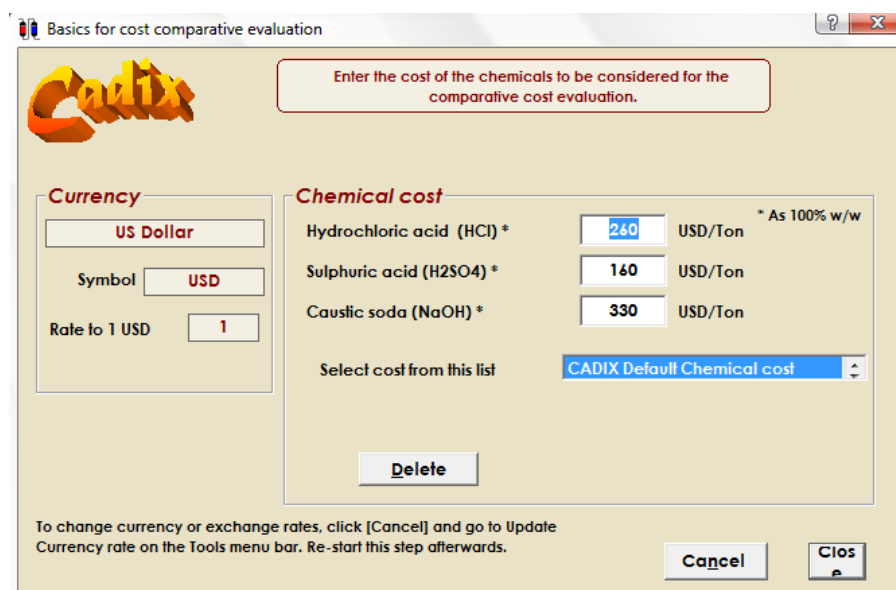

Figura 5.31: Ventana de “Delete Chemical cost”
- “Delete Chemicals cost”: borrar los costes de los productos químicos. Ésta opción permite borrar las listas creadas (figura 5.31), la lista que ya existía por defecto llamada “CADIX Default Chemical cost” no se puede borrar. Se selecciona una lista a la derecha de “Select cost from this list” clicando en las flechas a la derecha del cuadro, una vez seleccionada la lista que se desee borrar, clicar en “Delete”. Cuando se haya terminado de borrar todas las listas que se quiera presionar “Close” para cerrar la ventana.